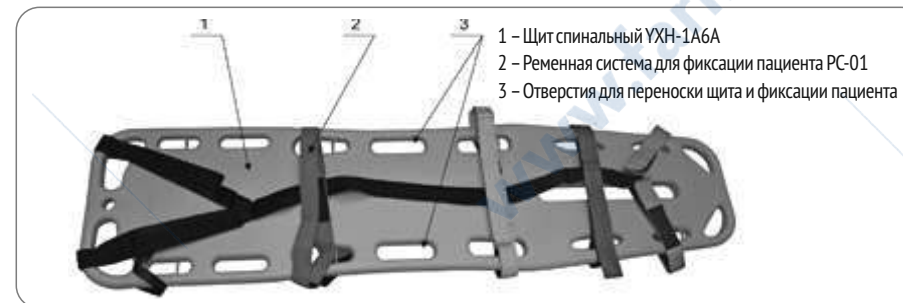
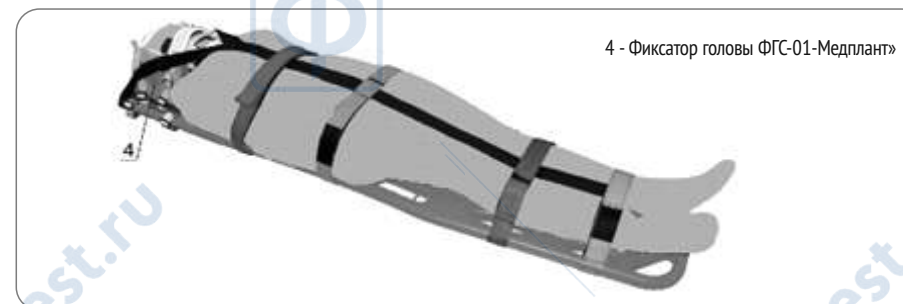

Рис. 1 Щит спинальный иммобилизационный УХН-1А6А
Рис. 2 Щит спинальный иммобилизационный УХН-1А6А в сборе с фиксатором головы складным иммобилизационным ФГС-01-«Медплант».
4.1. Устройство щита представлено на Рис. 1 и Рис. 2.